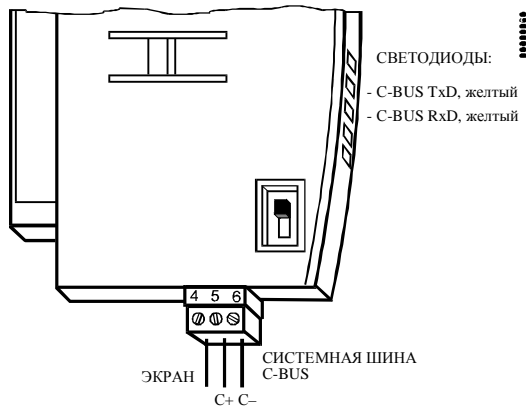

Рис. 40. Разъем системной шины C-Bus и светодиоды
3. Подключите экран кабеля к контакту 4 шины C-Bus (рис. 40).
4. Подключите кабель C+ к контакту 5 шины C-Bus (рис. 40).
5. Подключите кабель C- к контакту 6 шины C-Bus (рис. 40).